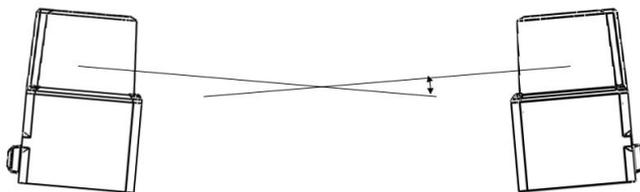
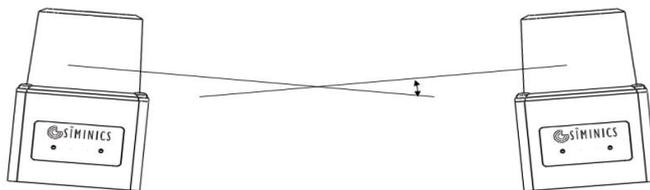

图 16.平行安装示意图(1)
图 17.平行安装示意图(2)
1. 当两个及多个雷达平行安装时，建议将雷达向下倾斜一定角度避免对射，如图 16，图 17 所示；